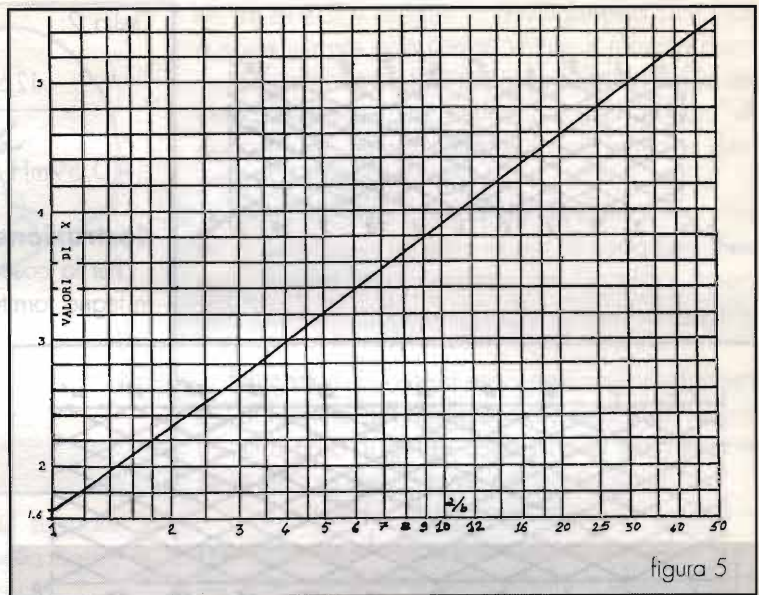

figura 5
X: coeff. correttivo (grafico figura 5)
fissato, ad es.:  $b = 2$  cm si ha  $a/b = 3,25/2 = 1,62$  e dal grafico di figura 5:  $X = 2,1$
- 2) Il grafico di figura 5 è approssimabile con;  $X = 1n(a/b) + 1,62$